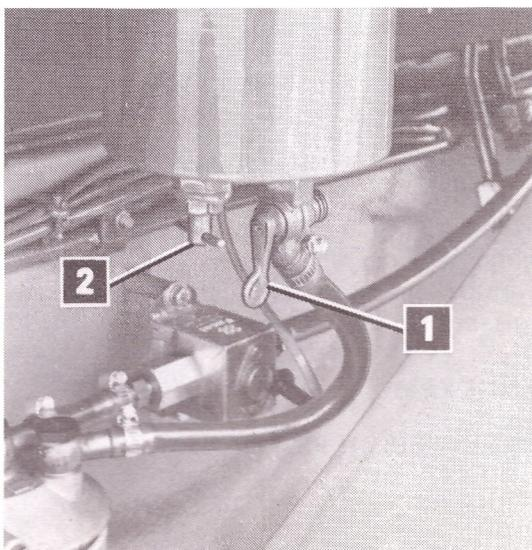

FIG. 42
- Remplir le carter d'huile de protection jusqu'au repère «MIN» de la jauge et remonter la cartouche (1)
- Nettoyer le filtre à tamis et la cuve en verre de la pompe d'alimentation en combustible et le filtre à cuve en verre à la sortie du réservoir ; vider le réservoir des impuretés par le robinet (1 fig 42).
Avant de démonter la cuve, fermer le robinet (1 fig 42). Bien laver la cuve et le filtre dans du gazole très propre, vérifier l'état du joint et remonter ; rouvrir le robinet avant de visser à fond les vis sous la cuve, ceci pour faciliter la sortie de l'air.
Il est important de vidanger fréquemment, spécialement en période humide, les impuretés et l'eau de condensation par le robinet (2 fig 42).